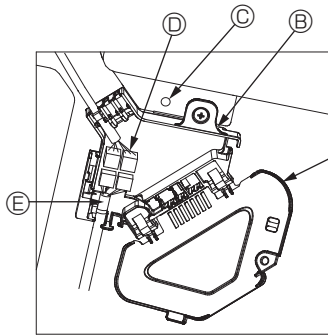

Fig. 10-8
- ① Retire o parafuso que segura a tampa da caixa de conexão e, em seguida, abra a tampa.
- ② Ligue firmemente o conector do fio de junção do motor de palhetas e o conector do fio do motor de palhetas do painel na caixa de conexão. (Fig. 10-8) Existem dois conectores do motor de palhetas: um conector azul e um conector cor de laranja. Certifique-se de que as cores dos conectores coincidem quando os ligar.
- ③ Feche a tampa da caixa de conexão.